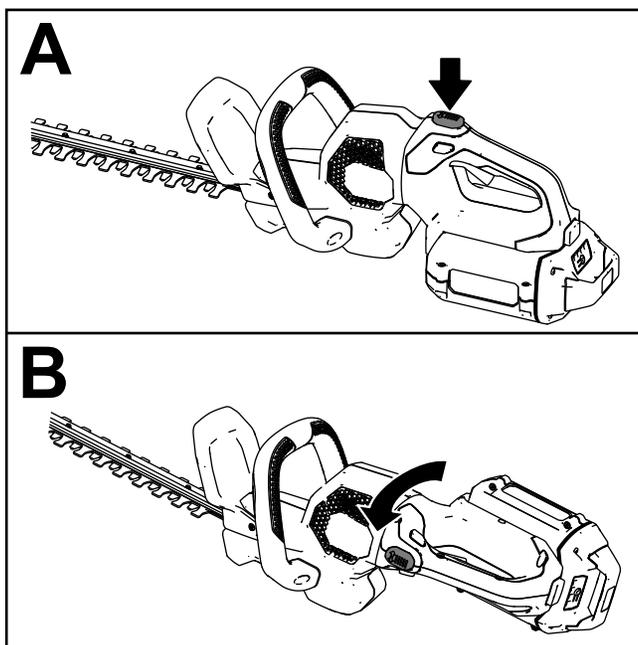

図 6
1. 回転ロックボタンを押し続けます (図 6のA)。
2. 希望する切断方向に応じてハンドルを左右に 90° 回転させ、回転ロックボタンを放してハンドルを希望の位置でロックします (図 6のB)。